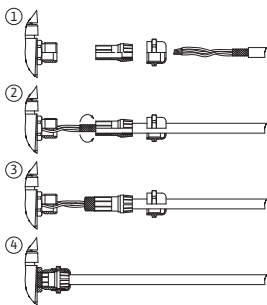

Fig. 31: Suojalevy
Suojaus yhdistetään kaapeliläpiviintiin elektroniikkamoduulissa. Katso Fig. 31.
Digitaalisen tulo, analogisten tulojen ja väyläkommunikoinnin kaapelit tulee suojata kaapeliläpiviennin (Fig. 23, pos. 4, 5 ja 6) metallisen kaapelin holkkitiivisteiden kautta. Suojaus, katso Fig. 31.